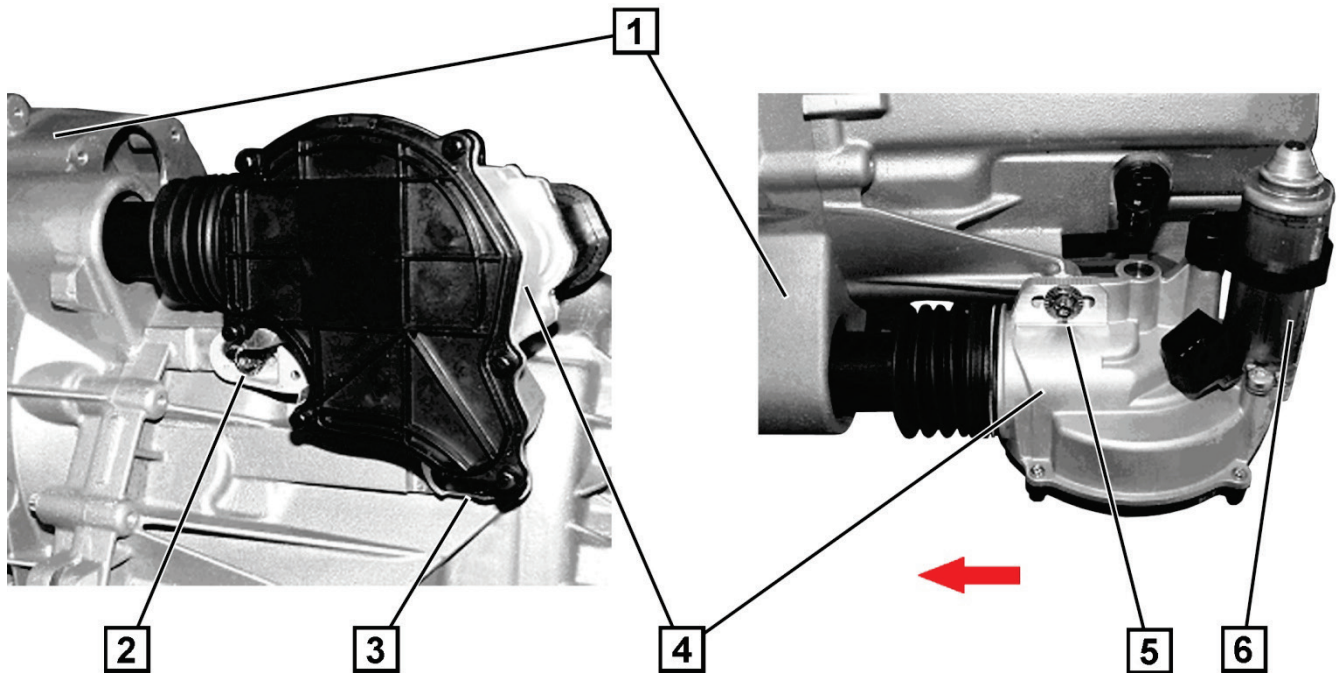

Fig. 1: Koblingsaktuator: smart fortwo (451) / smart forfour (454) / Mitsubishi Colt VI (Z_)
1. Placer koblingsaktuatoren (5) i koblingshuset (3), så stødstangen ligger sikkert an mod stødstangsholderen i udrykkerarmen.
3. Tryk koblingsaktuatoren 3 skalamarkeringer (± 6 mm) i pilens retning (fig. 1).